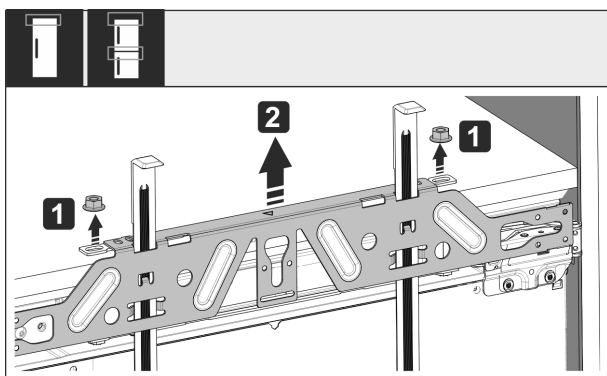

Fig. 53
- ▶ Разхлабете контрагайките Fig. 53 (1).
- ▶ Свалете гредата за закрепване Fig. 53 (2).